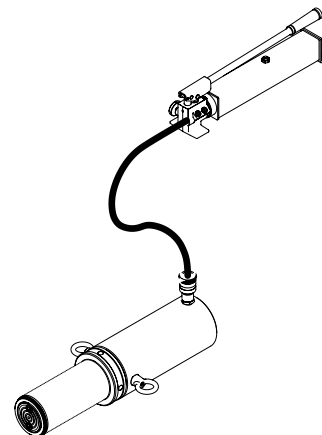

Figure 2 : Purger l'air du système
1. Placez la pompe à une position plus élevée que le tuyau et le vérin comme illustré à la figure 2.
| Fonctionnement irrégulier                                                                            | <ul style="list-style-type: none"> <li>• Air dans le système ou cavitation de la pompe.</li> <li>• Le vérin a des fuites externes.</li> <li>• Le vérin est bloqué.</li> </ul>                                                                                                                                 | <ul style="list-style-type: none"> <li>• Purgez l'air du système (voir figure 2).</li> <li>• Communiquez avec le centre de service.</li> <li>• Communiquez avec le centre de service.</li> </ul>                                                                                                                                                                                                                                                                                         |
| Mauvais fonctionnement du vérin                                                                      | <ul style="list-style-type: none"> <li>• Niveau d'huile de la pompe trop bas.</li> <li>• Air emprisonné dans le système.</li> </ul>                                                                                                                                                                           | <ul style="list-style-type: none"> <li>• Assurez-vous que le niveau de liquide est adéquat.</li> <li>• Purgez l'air du système (voir figure 2).</li> </ul>                                                                                                                                                                                                                                                                                                                               |